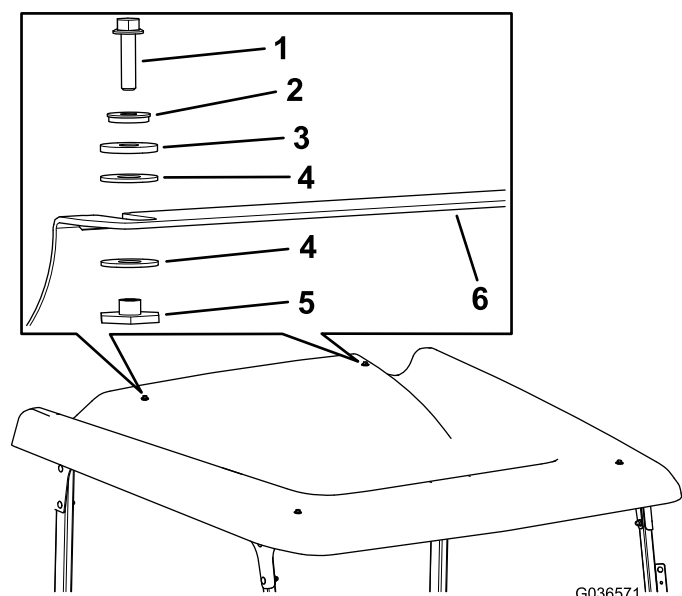

Figura 13
13. Instale el toldo en el enlace transversal trasero con 2 pernos hexagonales con arandela prensada (1/4" x 1"), 2 arandelas sellantes, 2 arandelas de fricción, 4 arandelas de plástico y 2 casquillos con brida (Figura 13).